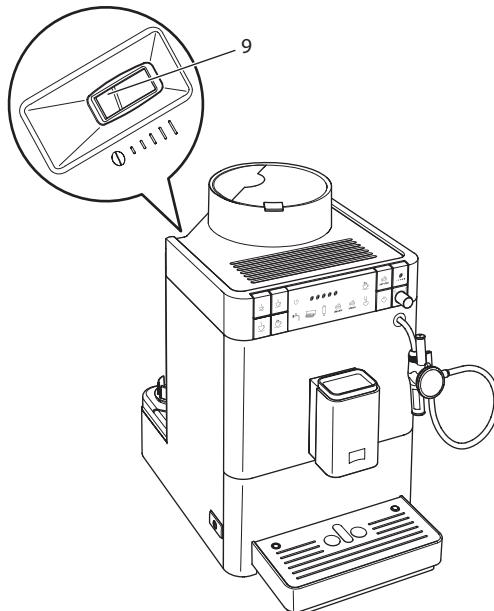

Fig. 13: Palanca para ajustar del nivel de molido
2. Mueva la palanca hacia la izquierda o derecha, como se muestra en Fig. 13.